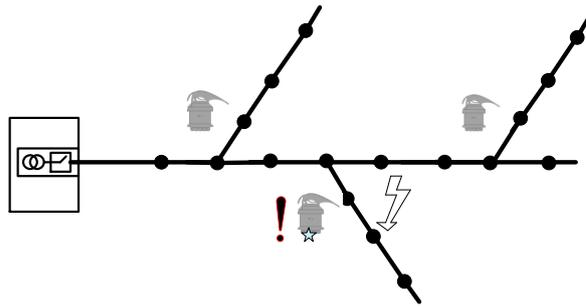

Рисунок 11 – Установка индикаторов на линии с коротким стволom и длинными ответвлениями
- на линии с коротким стволом и длинными ответвлениями индикаторы устанавливаются на ответвлениях вблизи мест разветвления, на ближайших к месту разветвления промежуточных опорах (Рисунок 11);